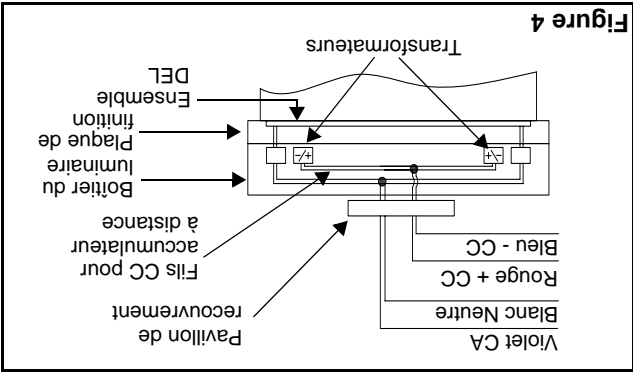

Figure 4
10. Make the proper connections. Our system can accept input voltages of 120 VAC to 347 VAC. Therefore, connect the purple (hot) and white (neutral) leads to the building utility (see fig. 4).
Refer to fig. 4 for AC & DC wiring. For DC portion: wire the Red lead (+) to the positive DC input voltage and the Blue Lead (-) to the negative DC input voltage. DC input voltage range is 6 volts to 48 volts.
10. Effectuer les connexions nécessaires. Notre système peut recevoir un courant de 120 VCA à 347 VCA. Raccorder le fil violet (CA) et le fil blanc (neutre) au service de l'édifice (voir fig. 4).
Se rapporter au câblage CA et CC de la figure 4. Pour la portion CC: enfiler le fil rouge (+) à la tension d'entrée CC positive et le fil bleu (-) à la tension d'entrée CC négative. Note: la plage de tension d'arrivée CC est de 6 à 48 v.